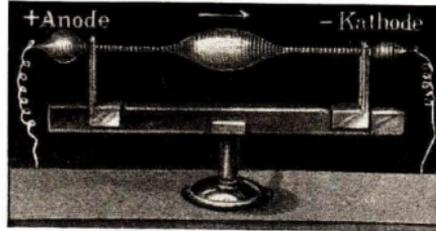

Abb. 320. Geißlersche Röhre
e) Lichtwirkung. Versuch mit der Blitztafel (Abb. 319) und mit den Geißlerschen Röhren (Abb. 320).